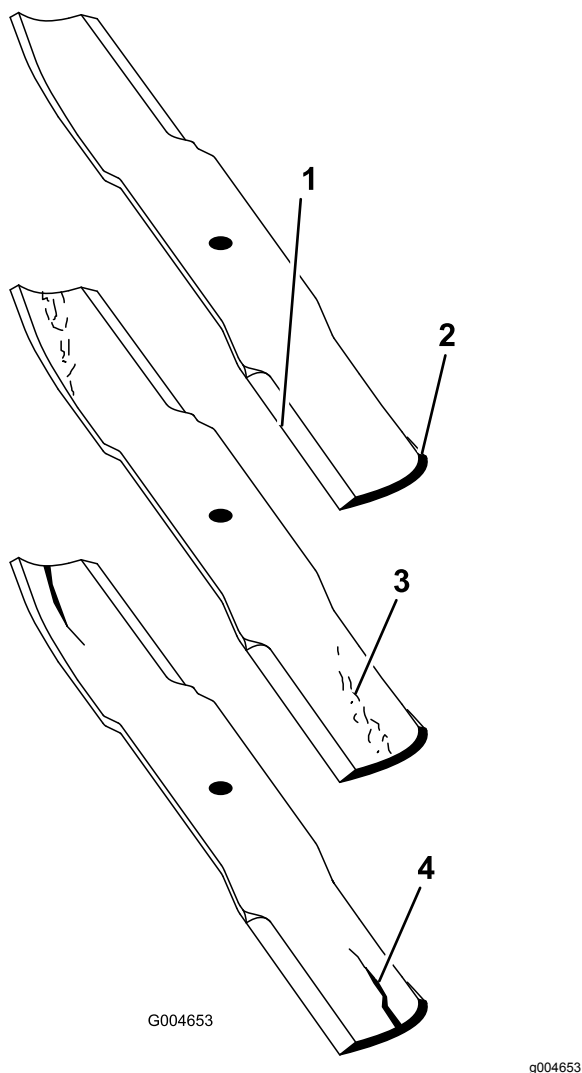

Figura 103
2. Examine cuidadosamente as extremidades da lâmina, prestando especial atenção à zona onde se encontram as partes curvas e planas da lâmina (Figura 103).
Nota: A areia e os materiais abrasivos podem desgastar o metal entre as partes plana e curva da lâmina; por isso, verifique a lâmina antes de utilizar a máquina. Se verificar que esta zona se encontra desgastada (Figura 103), substitua a lâmina.